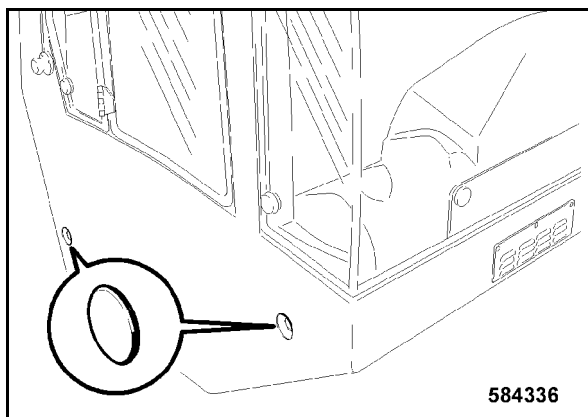

Fig. 184
- Tapar todos los puntos laterales de unión rosca con tapas de plástico 1 (Fig. 184).